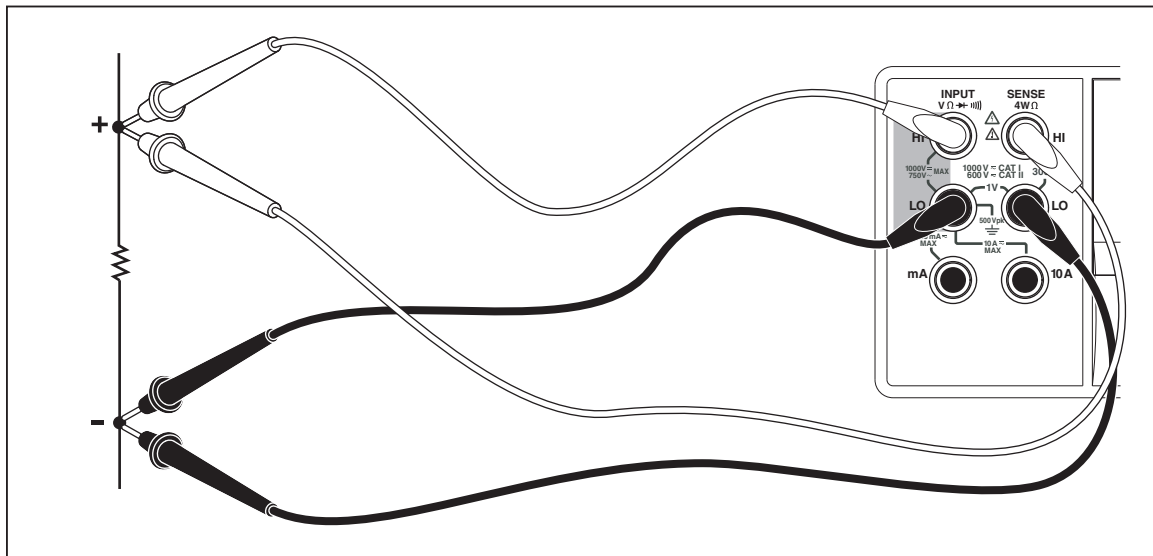

Figure 3-6. Mesure de résistance à quatre fils
1. Branchez les cordons de mesure entre le multimètre et le circuit à mesurer tel qu'indiqué à la figure 3-6